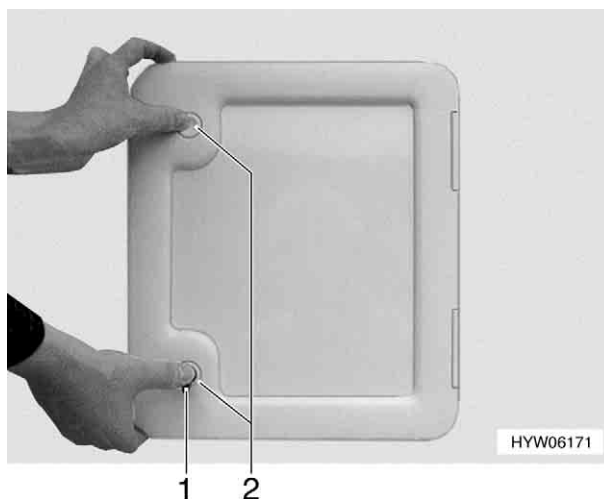

Fig. 97 Apertura dello sportello della cassetta Thetford
Lo sportello della cassetta Thetford (Fig. 97) si trova all'esterno del caravan:
- Aprire la serratura a pressione (Fig. 97,1) con la chiave.
- Premere contemporaneamente entrambe le serrature a pressione (Fig. 97,2) e aprire lo sportello della cassetta Thetford.